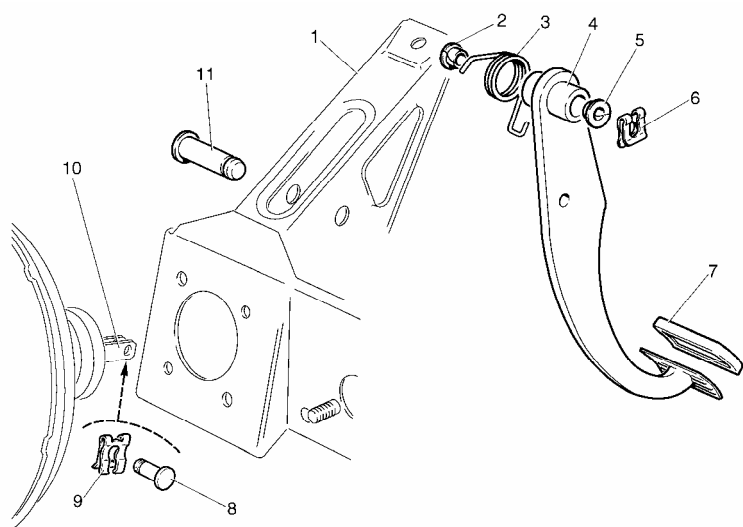

Рис. 6-8. Детали кронштейна педалей сцепления и тормоза:
- отсоедините толкатель вакуумного усилителя от педали тормоза, удалив стопорную скобу 9 (рис. 6-8) и вынув палец 8;